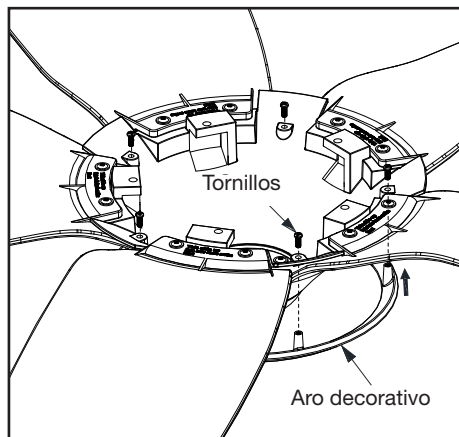

Figura 7
1. Coloca el aro decorativo a través de la parte inferior del volante alineando los orificios del aro decorativo con los orificios de la pestaña e instala los tornillos (Figura 7).